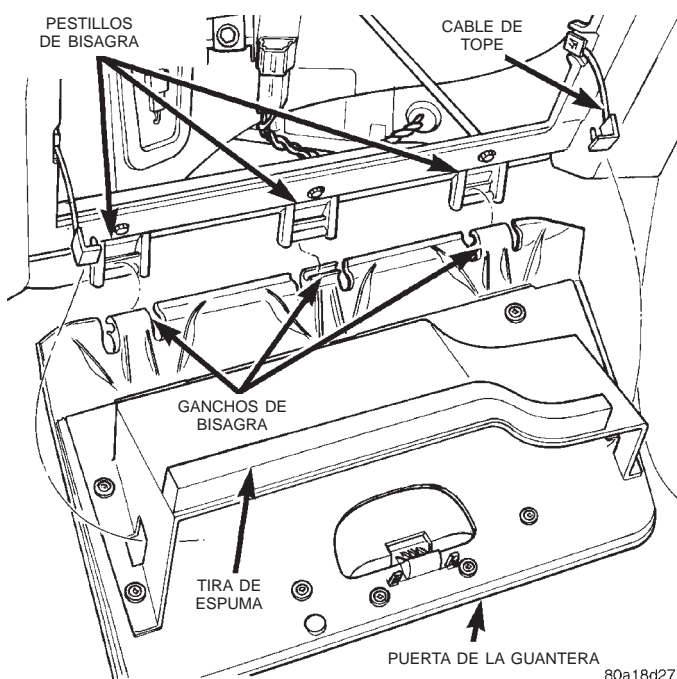

Fig. 10 Guantera
(1) Abra la guantera (Fig. 10).